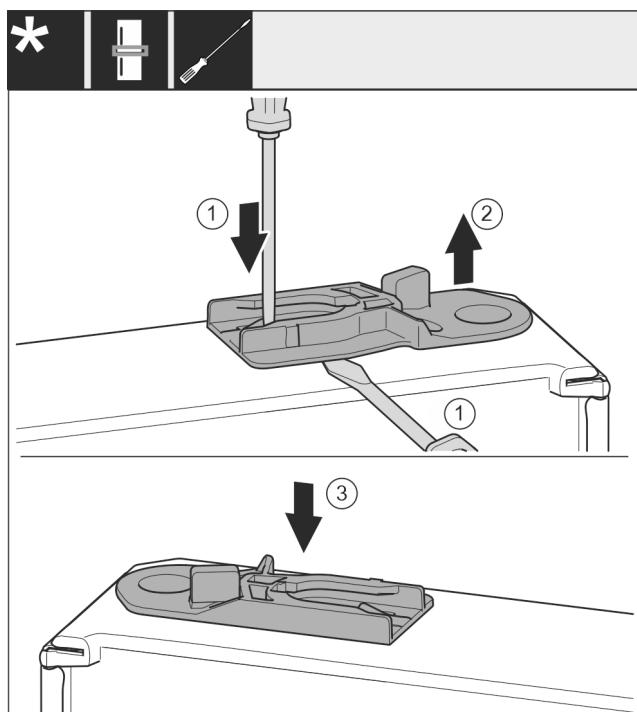

Fig. 41
- Türunterseite zeigt nach oben: Tür drehen. Geräte mit Schließdämpfer: Führungsbuchse herausziehen: Lasche Fig. 41 (1) mit Schlitzschraubendreher drücken und gleichzeitig mit Schlitzschraubendreher unter Führungsbuchse Fig. 41 (2) fahren.
- Geräte mit Schließdämpfer: Im Lieferumfang beiliegende Führungsbuchse Fig. 41 (3) auf anderer Gehäuseseite einschieben.